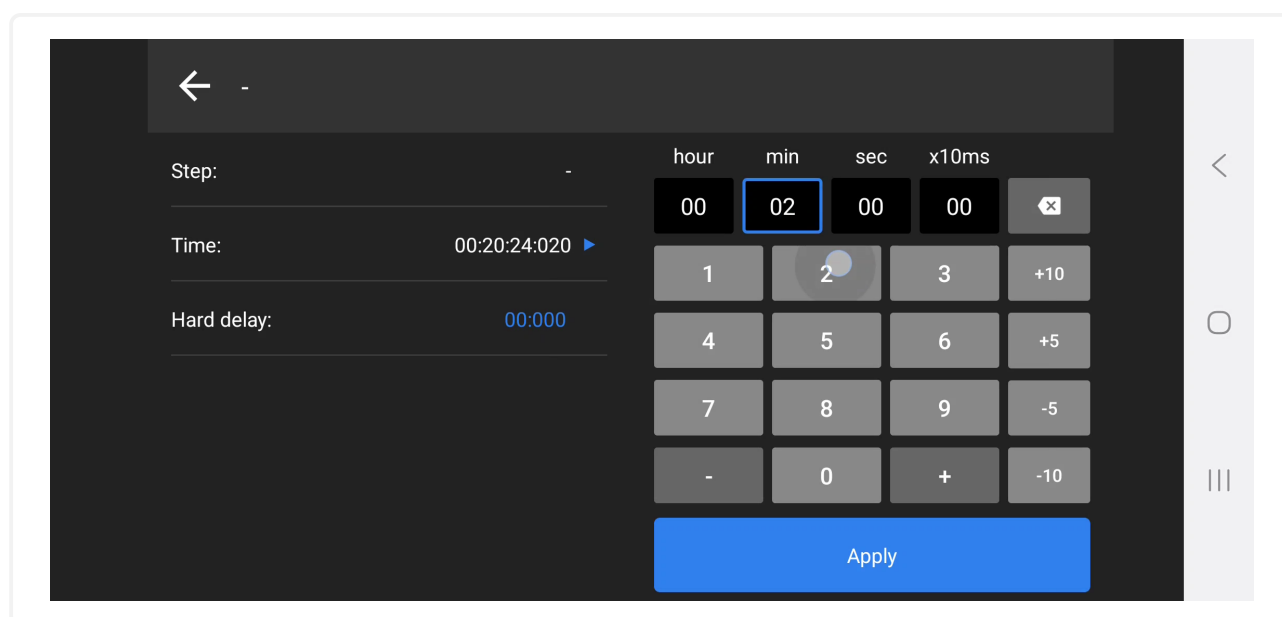

Рис. 68: Экран изменения параметров для группы программ в Time Code
5. Установите общее время запуска программ для выбранной группы (см. рис. 68 на следующей странице)